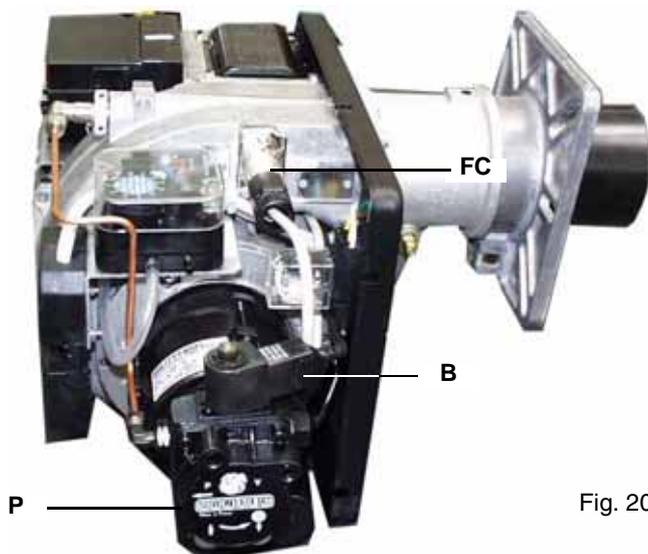

Fig. 20
- 2 togliere il connettore della bobina **B** sulla pompa **P** (Fig. 20) per evitare l'ingresso indesiderato di gasolio in camera di combustione;
- 4 estrarre la fotocellula **FC** (Fig. 20) e illuminarla;
- 5 sfiatare l'aria dall'attacco manometro **M** della pompa (**P**), allentando leggermente il tappo, senza toglierlo (Fig. 20);
- 10 ricollegare la bobina **B** sulla pompa (Fig. 20)